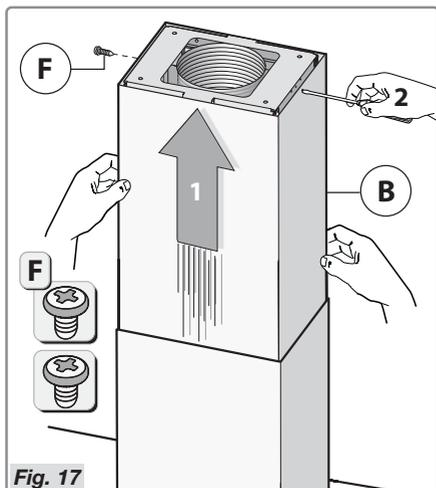

Fig. 17
- Collegare la colonnina **B** alla piastra per fissaggio a soffitto utilizzando le due viti **F** (Fig. 17).